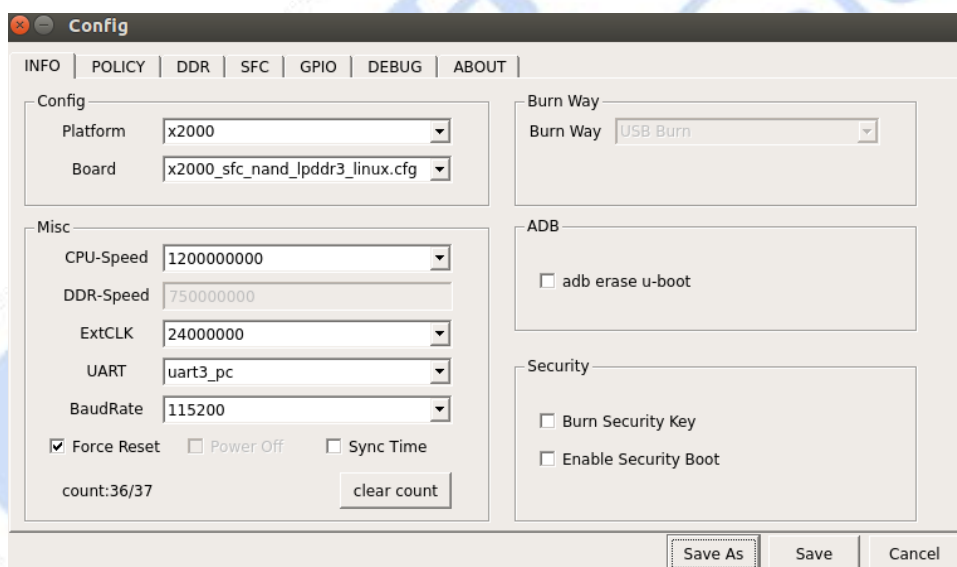

图 3-2
3、基本信息的配置，点击 INFO，进入基本配置信息，Platform 选择 x2000, Board 选择 x2000\_sfc\_nand\_lpddr3\_linux.cfg，具体可参图 3-2。